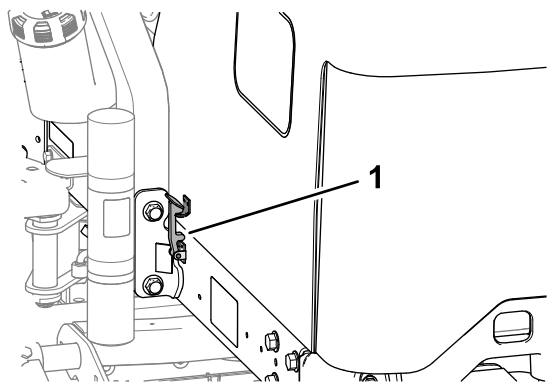

Figura 58
2. Gire el capó hacia arriba y hacia atrás (Figura 58).